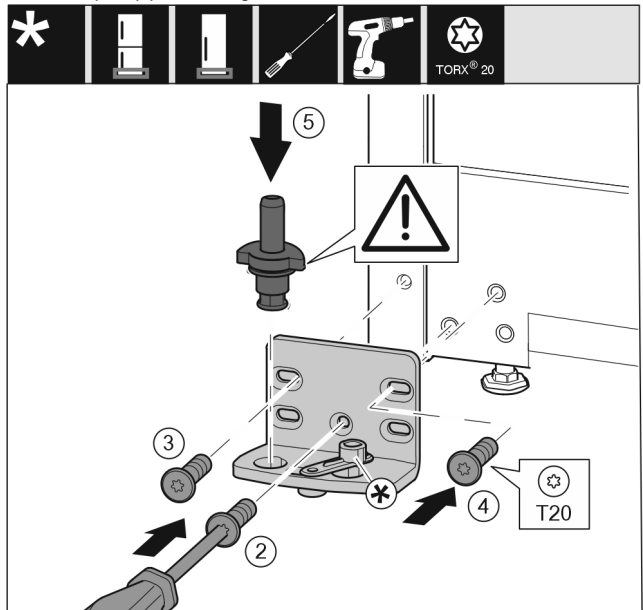

Fig. 14
- ▶ Установите опорный кронштейн с другой стороны и прикрутите с помощью отвертки T20. Начинайте с винта 2 снизу в центре. Fig. 14 (2)
- ▶ Затяните винты 3 и 4. Fig. 14 (3,4)
- ▶ Установите опорный палец в сборе. При этом следите за тем, чтобы выступ фиксатора был направлен назад. Fig. 14 (5)